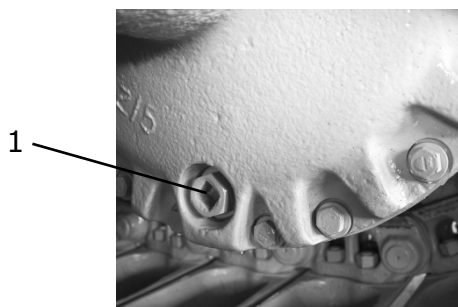

FIGURA 5-26
- a. Inicialmente remova o plugue de abastecimento do óleo (2) em ambos os lados da máquina (Figura 5-27); em seguida, remova o plugue de dreno (1) e escoe o óleo (Figura 5-26).